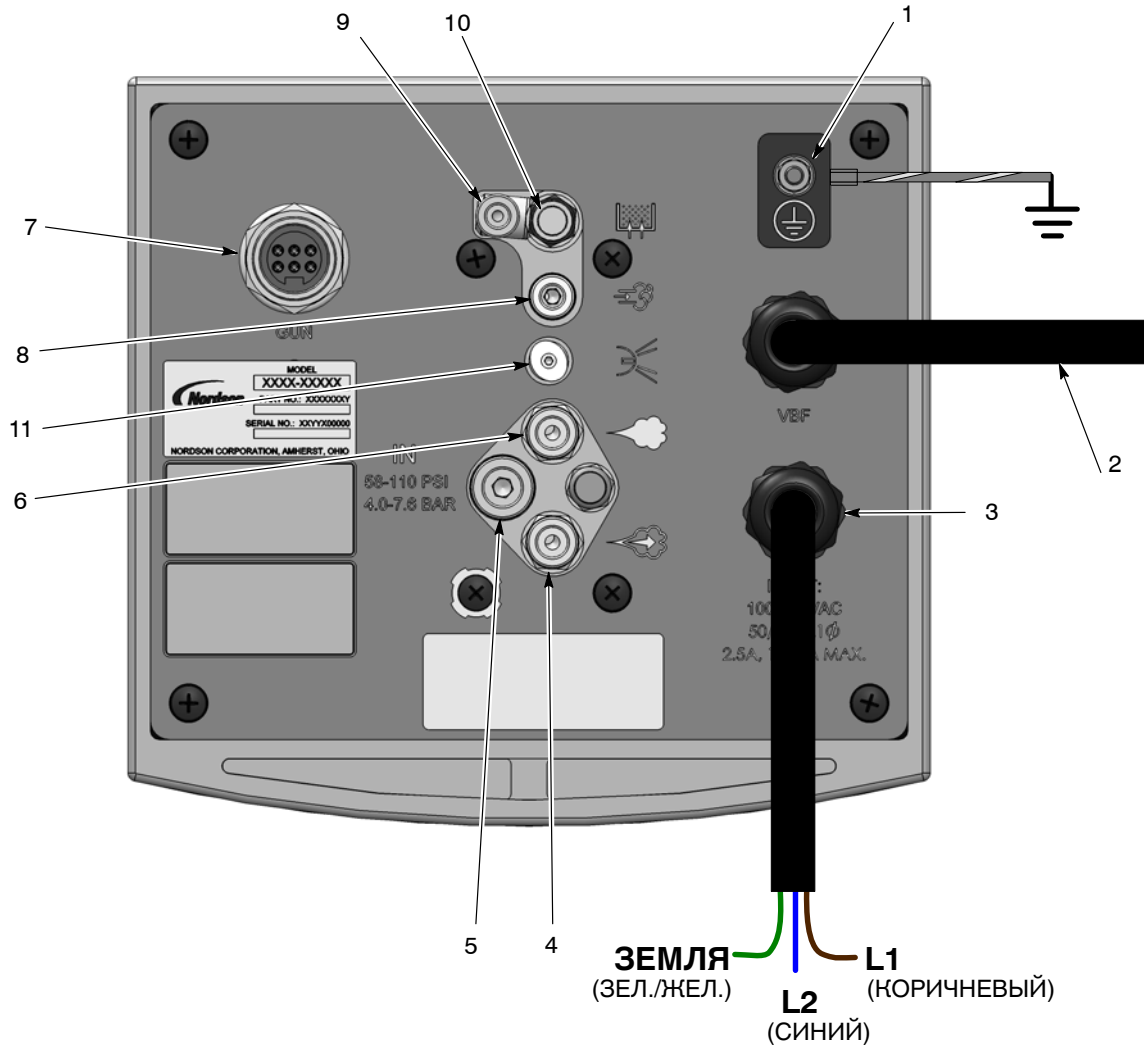
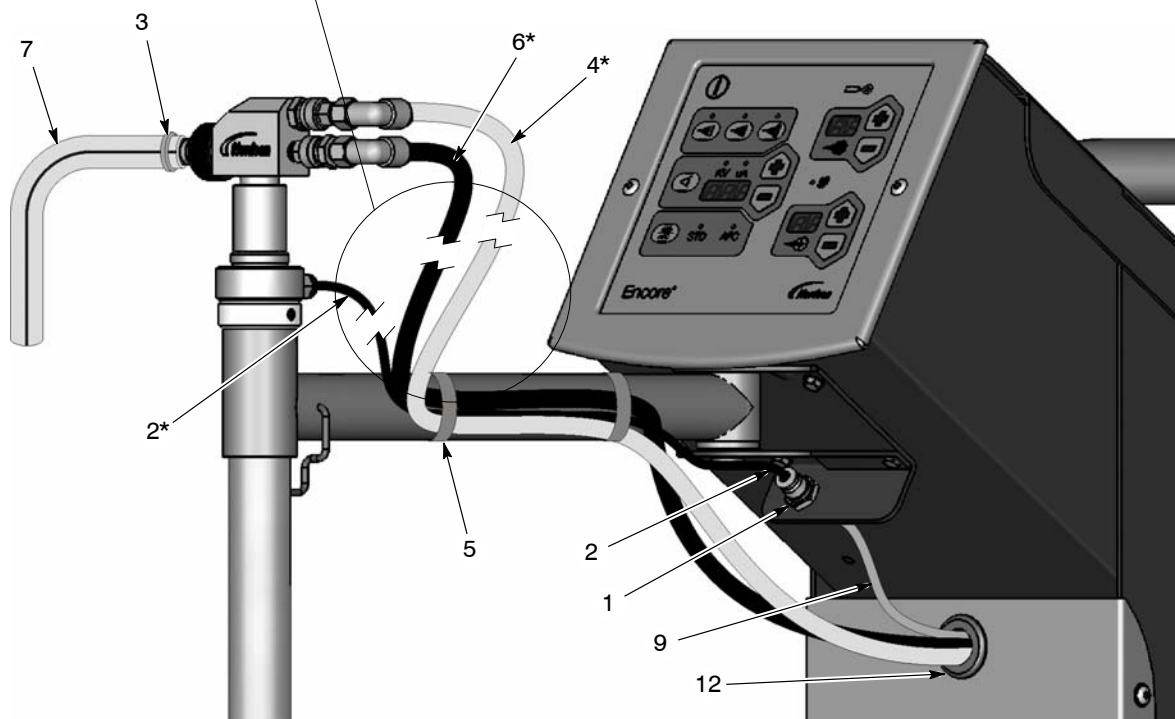
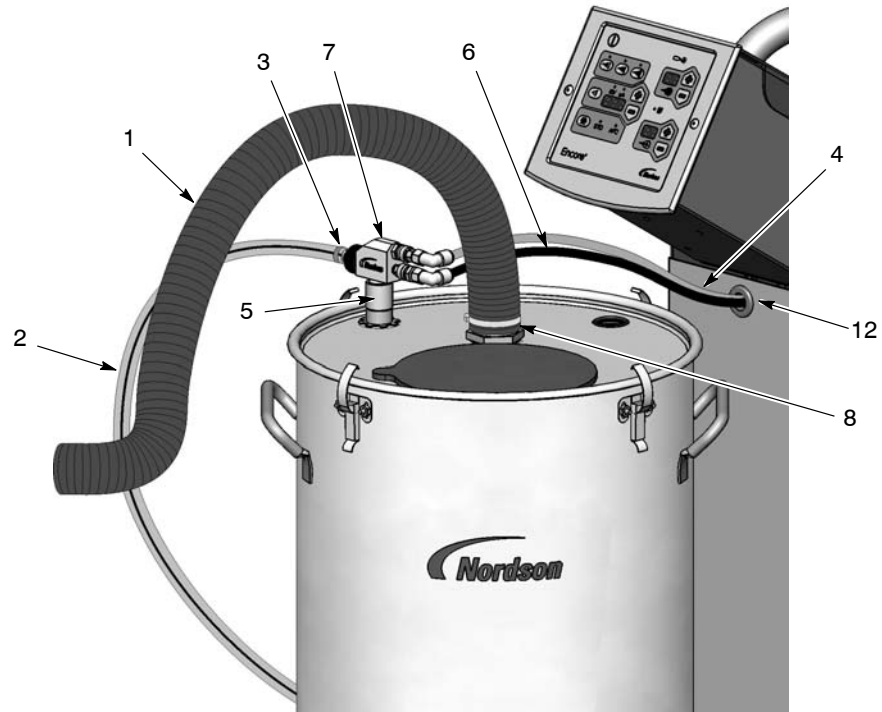

Рис. 3-4 Соединения блока управления распылителем Encore LT
Рис. 3-8 Монтаж всасывающей трубки и насоса распылителя Encore LT
Рис. 3-9 Передвижная система Encore LT с бункерным питателем – монтаж питателя и насоса
7. См. рис. 3-4. Вставить более короткие шланги в блок управления:
- Голубой 8-мм пневмошланг распыла (4)
- Черный 8-мм пневмошланг дозирования (6)
- Голубой 6-мм пневмошланг псевдооживления (9)
8. См. рис. 3-8. Пропустить пневмошланги (4, 6, 9) сквозь втулку в передней панели колонки тележки, как показано на рисунке.
- голубой 8-мм пневмошланг распыла (4) к верхнему ниппелю насоса
- черный 8-мм пневмошланг дозирования (6) к нижнему ниппелю насоса
- голубой 6-мм пневмошланг псевдооживления (9) к переходнику перегородки (1)
- черный 6-мм пневмошланг псевдооживления (2) к переходнику и всасывающей трубке
- порошковый шланг (7) к насосу – закрепить хомутом (3)
10. Закрепить пневмошланг на штанге при помощи полосок синей "липучки" Nordson (5).
3. См. рис. 3-4. Вставить в блок управления следующие пневмошланги:
- Черный 8-мм пневмошланг дозировки (6)
4. См. рис. 3-9. Пропустить пневмошланг распыла (4) и пневмошланг дозировки (6) сквозь втулку (12) в передней панели колонки тележки.
5. Пропустить шланг псевдооживления (9) через колонку и выпустить с нижней стороны спереди.
7. Установить насос (7) на крепление (5) легким вращательным движением. Присоединить к насосу пневмошланги псевдооживления и распыла, как показано на рисунке.
8. Присоединить переходник 10-мм x 6-мм (11) к 10-мм коленчатому патрубку поддона псевдооживления питателя. Присоединить пневмошланг псевдооживления (9) к переходнику.
9. Смонтировать кольцевой наконечник зеленого/желтого провода заземления (10) на шпильке заземления сбоку поддона псевдооживления, а затем присоединить провод заземления к гнезду заземления на основании тележки.
10. Поставить хомут (8) на конце выпускного воздушного шланга (1) и присоединить шланг к выпускному патрубку на крышке. Затянув хомут, зафиксировать шланг.
11. Присоединить порошковый шланг (2) к насосу и закрепить шланг хомутом (3).